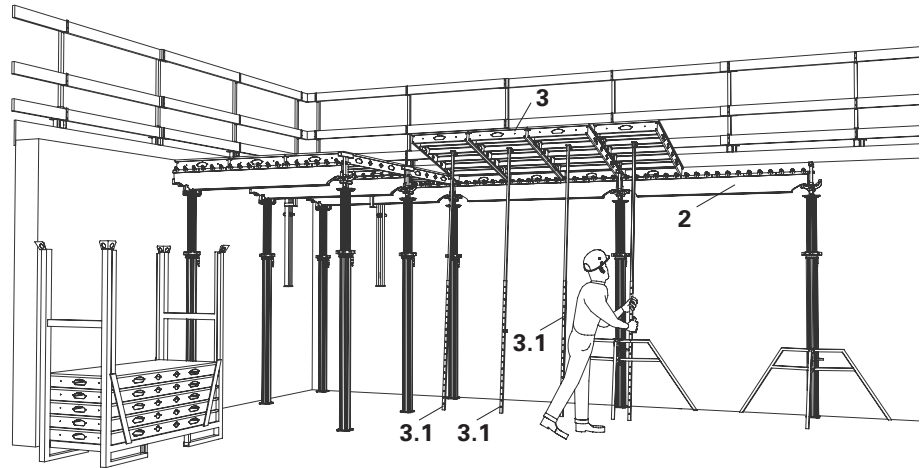
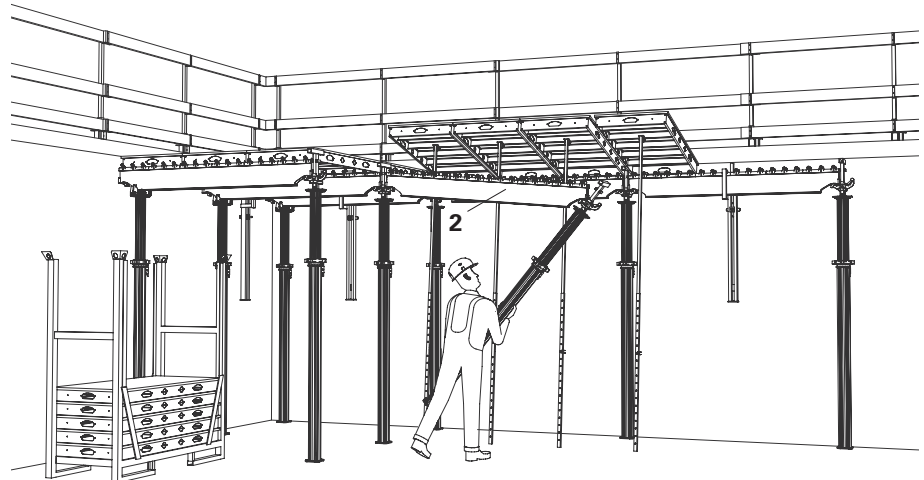

Fig. 18a
Fig. 19a
1. Accrocher quatre panneaux (3) sur les poutrelles SLT 225 (2) et les relever à l'aide de la barre de montage SSH (3.1). Le premier panneau de la travée suivante doit toujours être installé (Fig. 18a)
2. Accrocher la poutrelle primaire SLT 225 (2) dans la tête de décentrement.
3. Accrocher les étais avec la tête de décentrement dans la poutrelle primaire relevée SLT 225 (2).
4. Placer l'étais à la verticale. (Fig. 19a)